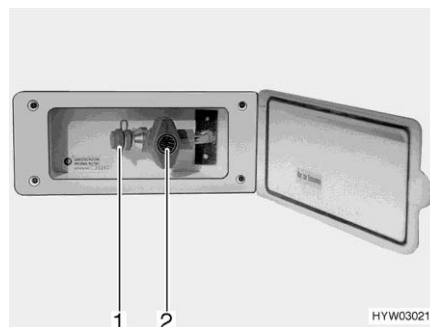

Fig. 176 Presa gas esterna (rubinetto di arresto del gas chiuso)
- Collegare l'apparecchio a gas esterno all'attacco (Fig. 176,1).
- Aprire il rubinetto di arresto del gas (Fig. 176,2).